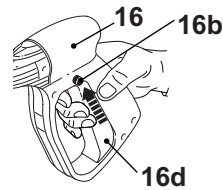

Fig.22
5. Verrouillez la gâchette (16d) en appuyant sur le bouton d'activation (16c) (Fig.22).